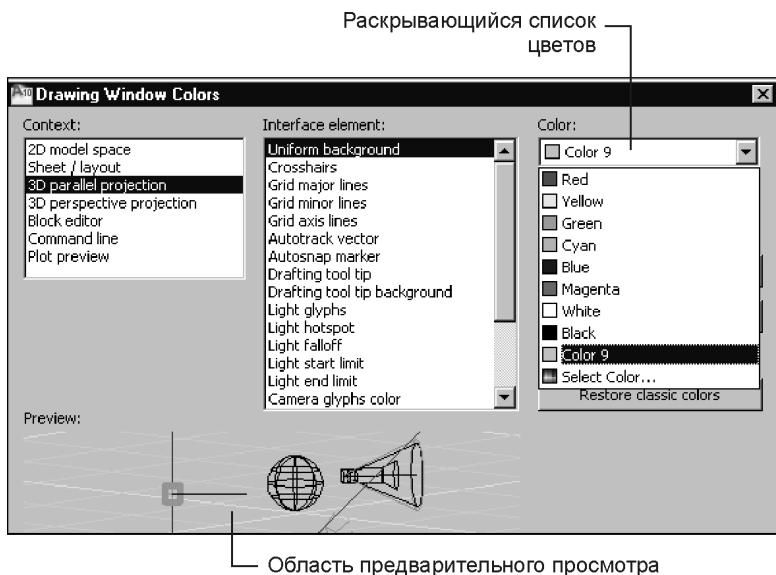

Рис. 1.31. Выбор цвета элемента интерфейса из выпадающего списка
5. Выберите цвет или комбинацию цветов из раскрывающегося списка **Color** (Цвет) (рис. 1.31)